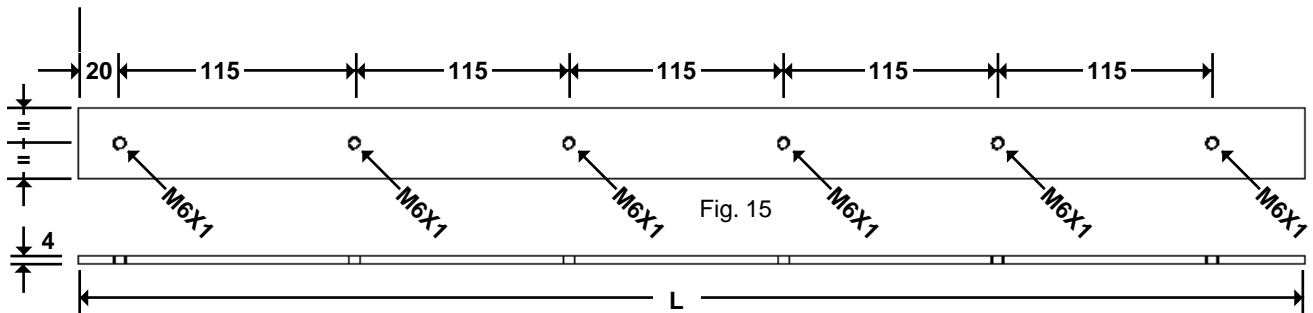

Fig. 15
- Predisponga un plato de acero de espesor mínimo 4 mm, longitud equivalente a  $L = \text{ancho de la hoja} - (2 \times 50)$ , ancho adecuado al perfil inferior ARIETE y travesaño superior **B**. Perfore y efectúe el roscado del plato siguiendo las indicaciones en toda la longitud (Fig. 15).